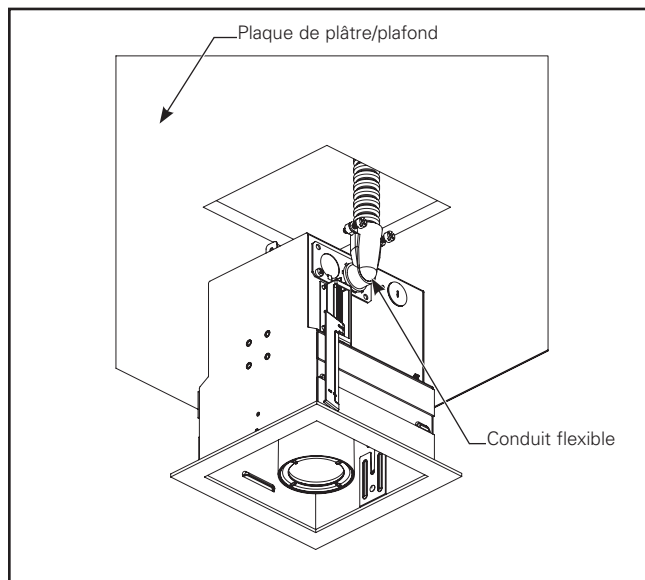

Figure 2.4.
- iv. Fixez la plaque d'accès au boîtier avec les vis no 8-32 en prenant soin de rentrer les fils à l'intérieur. Connectez le conduit flexible à la plaque d'accès. (Figure 2.4)